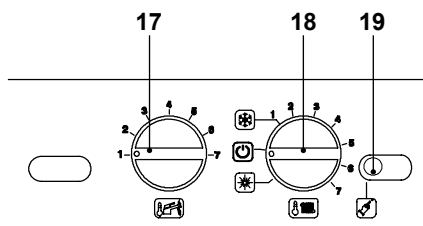

Figura 5.60
- Per uscire dalla programmazione posizionare il selettore di funzione / manopola regolazione temperatura 18 come indicato in Figura 5.60.